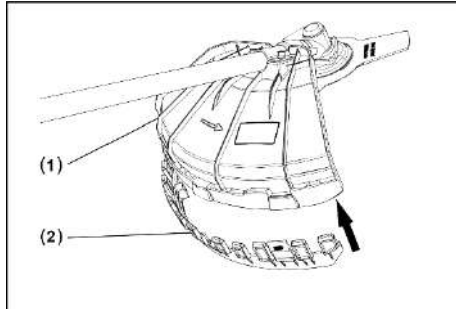

Рисунок 6. Схема встановлення захисного кожуха на «штангу».
2. Для роботи голівкою з жилкою встановити на захисний кожух додатковий кожух з ножем обмеження довжини жилки та закріпити (рис. 6).